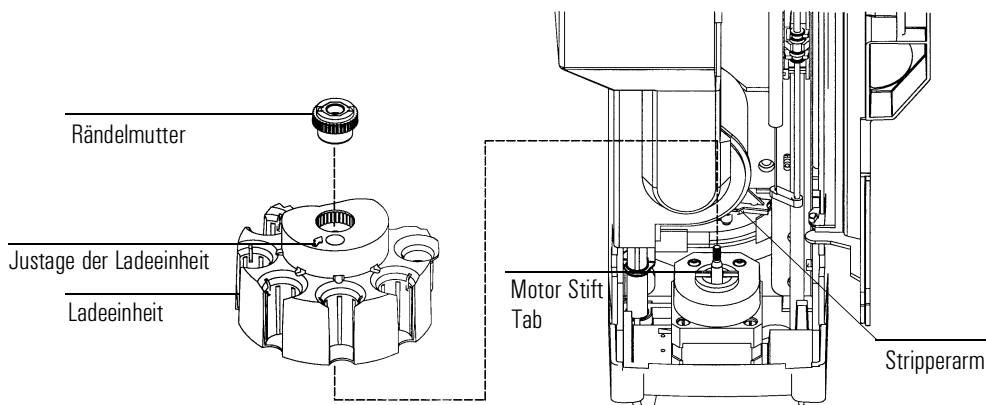

Abbildung 10 Ausbau der Ladeeinheit
3. Öffnen Sie die Klappe zum Injektor. Lösen und entfernen Sie die Rändelmutter von der Oberseite der Ladeeinheit. Siehe Abbildung 10.
4. Drehen Sie die Ladeeinheit so, dass die Öffnungsseite zur Rückseite des Turms gerichtet ist und der Pfeil auf der Oberseite der Ladeeinheit direkt nach hinten weist (siehe Abbildung 10). Schieben Sie den Stripperarm nach hinten und heben Sie dann die Ladeeinheit so an, dass sie vom zentralen Schaft freikommt.